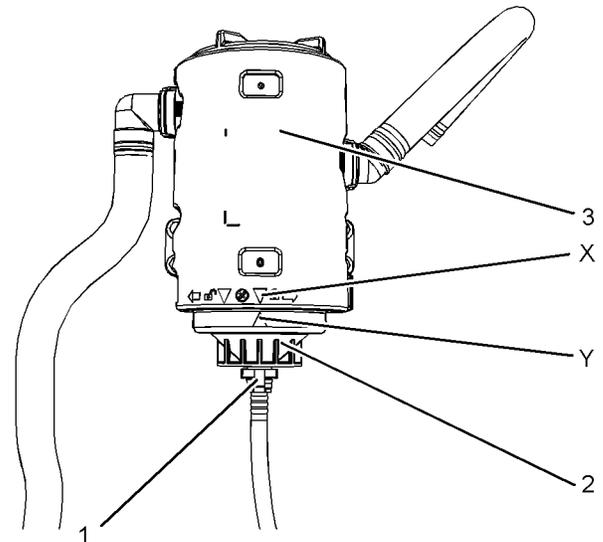

図 68
6. フィルタ・エレメントのアセンブリと下部のキャップ(2)を取り付けます。ブリーザ・ボディのロック位置になるまで下部のキャップを時計方向に手動で回転させます。アライメント・マーク(XおよびY)が正確に合っていることを確認します。図68をご参照ください。